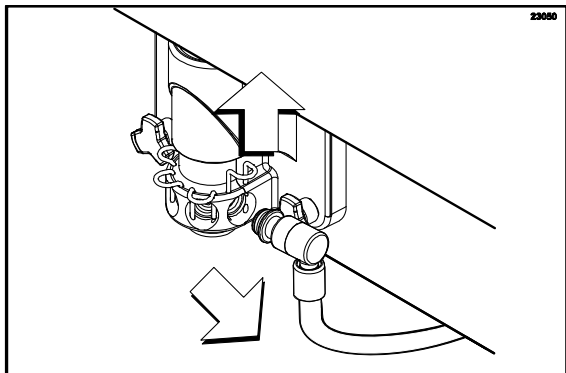

Рисунок 54
9. Снимите линии подачи сиропа с двери фризера. (См. рис. 54)